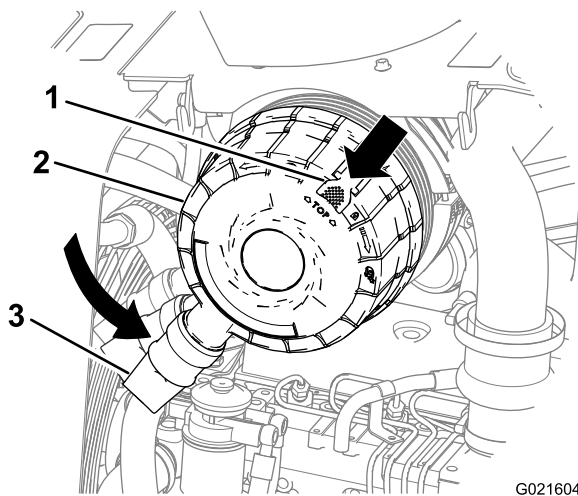

Bild 49
3. Drehen Sie die Luftfilterabdeckung nach links, so dass die Staubkappe auf 7 Uhr steht (Bild 49).